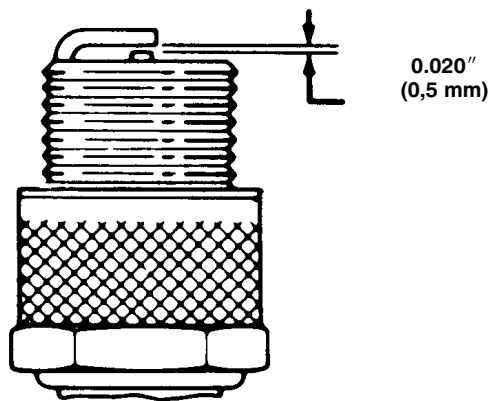

Figure 17
3. Gradúe la luz de la bujía a 0,50 mm (0,020") (Fig. 17). Instale la bujía correctamente graduada y la zapatilla de sellado. Ajuste la bujía firmemente a 19 N·m (14 libras-pie).